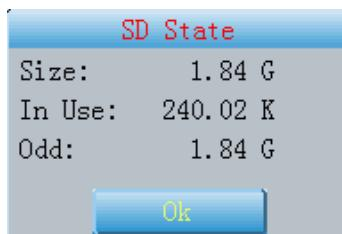

Fig. 7-4
2. Premere su questa icona per controllare lo stato della scheda SD, come mostrato in Fig.7-4.